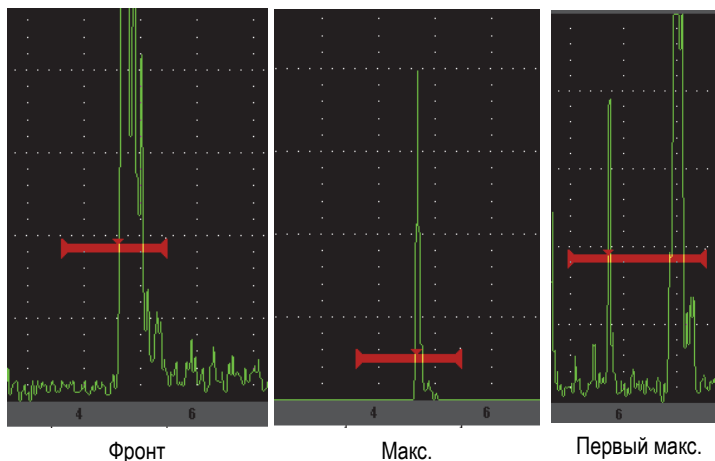

Рис. 2-11 Измерения в режимах Фронт, Макс. и Первый макс.
- **Peak** (Макс.): Измерение максимума сигнала в стробированном участке (не обязательно должен пересекать порог строба) [см. Рис. 2-11 на стр. 43].
- **1stPeak** (первый пик): Измерение первого максимума сигнала, пересекшего порог строба (уровень) [см.Рис. 2-11 на стр. 43].
- **Edge: (Фронт):** Измерение в первой точке пересечения строба эхо-сигналом (см. Рис. 2-11 на стр. 43).